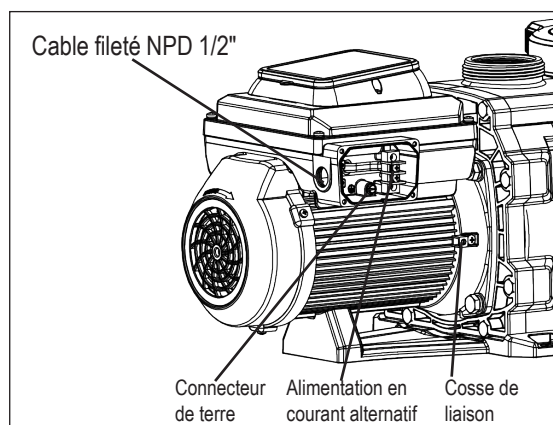

Figure 4
La pompe fonctionne avec une alimentation monophasée de 230V, 50 ou 60Hz. Les connexions des bornes sont capables de supporter un fil solide ou toronné jusqu'à 12AWG. Il existe également des connecteurs rapides de type "Faston", mais vous devez vérifier les codes électriques locaux pour connaître la méthode de connexion souhaitée. Vous devez établir une connexion permanente au connecteur de terre (voir figure 4) dans le compartiment de câblage de champ, conformément au code électrique local.
1. Assurez-vous que tous les disjoncteurs et interrupteurs électriques sont éteints avant de câbler le moteur. Attendez toujours cinq (5) minutes après avoir coupé l'alimentation électrique de la pompe avant d'ouvrir ou de faire l'entretien du moteur.
5. Reliez le moteur au fil de mise à la terre de façon permanente en utilisant le connecteur de terre situé à l'arrière de l'interface du contrôleur (voir figure 4). Utilisez la taille et le type de fil corrects spécifiés par le code électrique national en vigueur. Assurez-vous que le fil de terre est connecté à une prise de terre.
6. Reliez le moteur à toutes les parties métalliques de la structure de la piscine et à tous les équipements électriques, aux conduits métalliques et aux piquages métalliques situés à moins de 1,5 m des parois intérieures de la piscine, du spa ou de la cuve thermique, conformément au Code national de l'électricité en vigueur. La norme UL exige l'utilisation d'un conducteur de liaison en cuivre solide d'un calibre minimum de 8 AWG. Voir la figure 4.